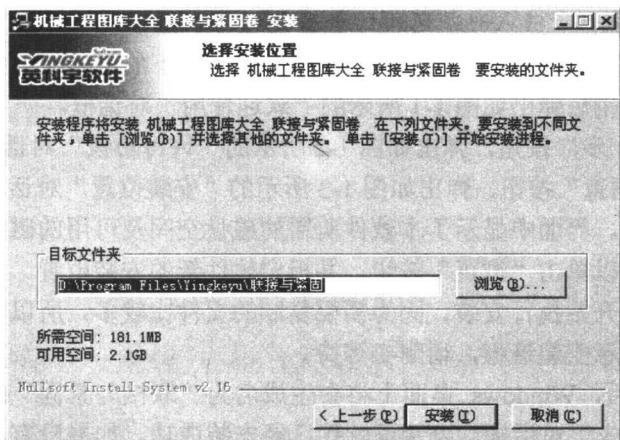

图 1-3 “安装位置”对话框
(3) 单击“我同意”按钮，弹出如图 1-3 所示的“安装位置”对话框，要求用户确定软件安装在哪一个盘上。界面中显示了本软件所需的磁盘空间及可用的磁盘空间。如果要自定义软件的安装位置可以单击“浏览”按钮，并指定软件新的安装位置。当安装位置确定后，单击“安装”按钮，开始执行安装。因为需要复制的文件比较多，所以需要一些时间。在这个过程中，屏幕会显示安装进程，请耐心等待。